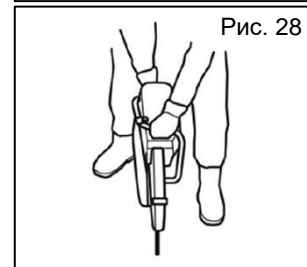

Рис. 28
- Подавайте бензорез вдоль по линии диска. Боковые давления очень опасны и могут повредить диск (Рис. 28);